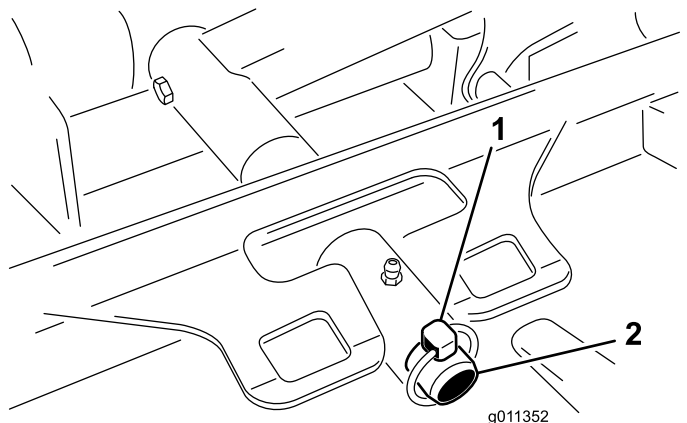

图 84
3. 卸下将滚刀组承载架固定至提升臂枢轴销的保险销仅限 Groundsmaster 4500 机器或锁紧螺母用于 Groundsmaster 4700 机器图 84。
2. 将滚刀组承载架滑动至提升臂枢轴销上图 84。用保险销用于 Groundsmaster 4500 机器或锁紧螺母用于 Groundsmaster 4700 机器将滚刀组固定到枢轴销上。